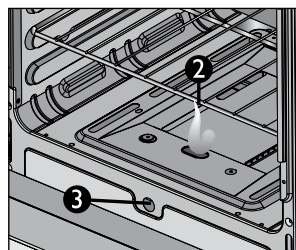

Figura 41
- Conserve la llama en perforación frontal o superior de ignición hasta que la fuente de calor esté completamente encendida y estable. Verificar a través de las dos perforaciones delanteras o en la perforación frontal según modelo o referencia (Ver figura 41).